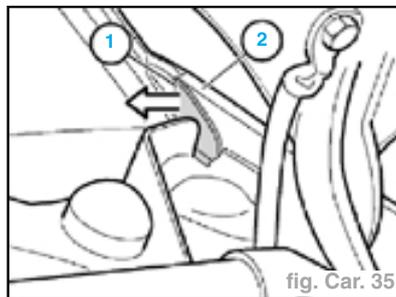

fig. Car. 35
- Dégager du panneau d'aile avant (2) le coin (1) de la doublure de baie d'auvent (fig. Car. 35).